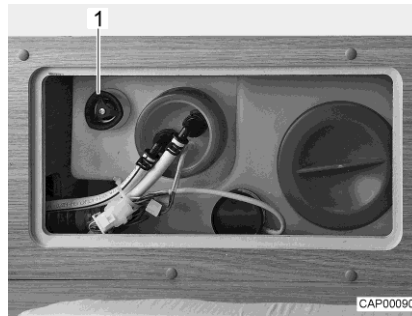

Fig. 63 Réservoir d'eau avec poignée tournante
- Faire tourner à fond dans le sens des aiguilles d'une montre la poignée tournante (Fig. 63,1) située sur le réservoir d'eau.
- Faire tourner la poignée tournante (Fig. 63,1) située sur le réservoir d'eau dans le sens inverse des aiguilles d'une montre jusqu'à ressentir une résistance. L'eau s'écoule, env. 20 litres restent.